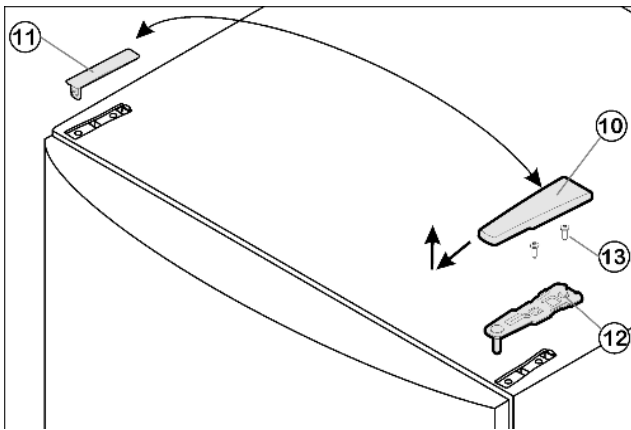

Fig. 4
- ▶ Крышку *Fig. 4 (10)* снимите движением вперед и вверх.
- ▶ Снимите крышку *Fig. 4 (11)*.
- ▶ Открутите верхний опорный кронштейн *Fig. 4 (12)*(2 шт. *Торх 25 Fig. 4 (13)*) и вытяните вверх.
- ▶ Установите верхний опорный кронштейн *Fig. 4 (12)* на новой стороне шарнира и защелкните в дверце.
- ▶ Прикрутите верхний опорный кронштейн *Fig. 4 (12)* (2 шт. Torx 25) *Fig. 4 (13)*. При необходимости просверлите отверстия или используйте аккумуляторную отвертку.
- ▶ Защёлкните крышку *Fig. 4 (10)* и крышку *Fig. 4 (11)* на противоположной стороне.